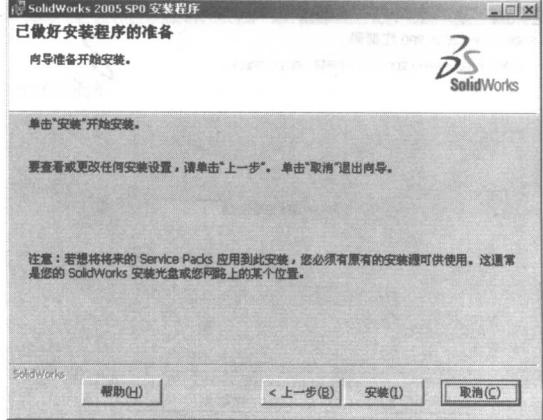

图 1-8
8. 程序提示：已做好安装程序的准备。单击(安装)按钮，开始安装，如图 1-8 所示。